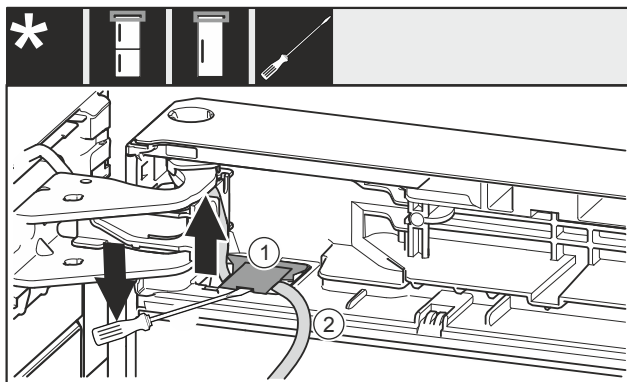

Fig. 12
- Emelje meg a fedelet lapos csavarhúzóval Fig. 12 (1), és húzza ki.
- Húzza ki a kábelt Fig. 12 (2).